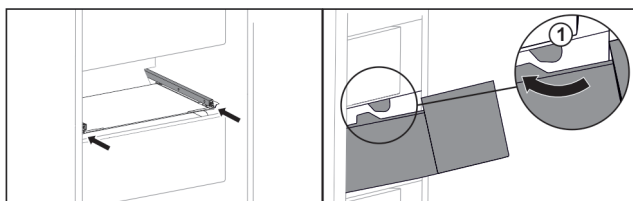

Fig. 136
- ▶ Før skuffen rundt stopperne Fig. 136 (1).